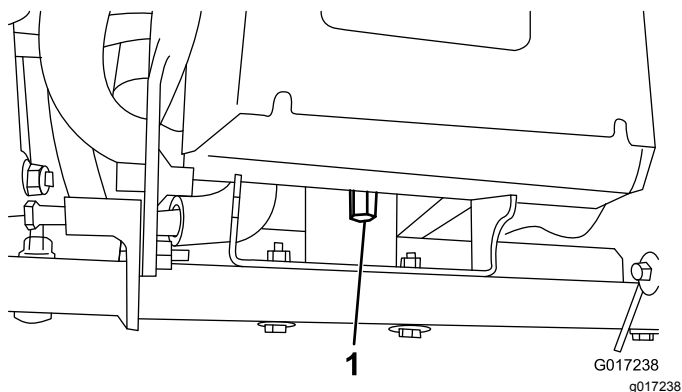

Figura 11
4. Rimuovete il dado lungo che fissa il retro della base della batteria al telaio della macchina (Figura 11).